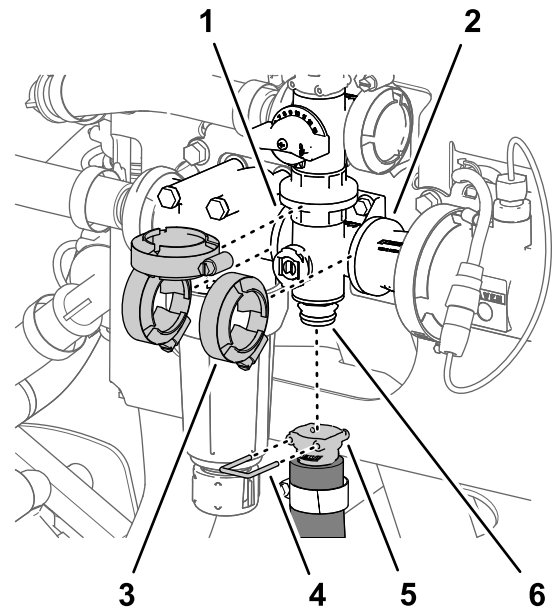

図 106
1. 攪拌ホース用のクイックコネクタカップラを攪拌バルブ用のマニホールドに固定しているクイックコネクタピンを外す 図 106。
2. 攪拌バルブマニホールドを圧力フィルタヘッドとカップリングアダプタの各フランジに固定しているフランジクランプ3個を外す 図 106。